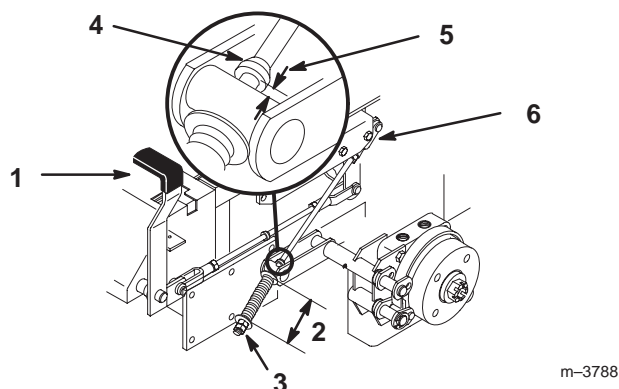

Figure 60
2. Mesurez la longueur du ressort. Les rondelles doivent être distantes de 70 mm (Fig. 60).
3. Si un réglage est requis, desserrez l'écrou de blocage situé sous le ressort et serrez l'écrou directement au-dessous de la chape (Fig. 60). Vissez l'écrou jusqu'à ce que le ressort ait la longueur voulue. Serrez les deux écrous ensemble et répétez la procédure de l'autre côté de la machine.
6. Mesurez la distance entre le galet de tourillon et le collier sur la tige de frein. Elle doit être comprise entre 5 et 7 mm (Fig. 60).
7. Si un réglage est requis, desserrez l'écrou de blocage situé juste au-dessous de la chape. Tournez la tige inférieure jusqu'à obtention de l'écart voulu (Fig. 60). Serrez l'écrou de blocage à la chape.